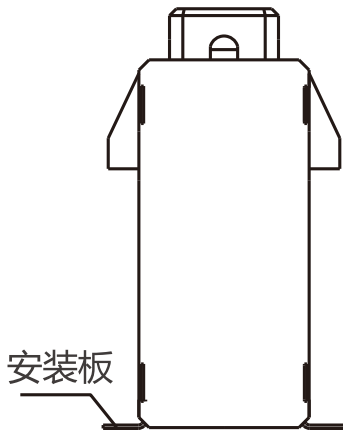

图5 安装板
5.1 安装方法一：见图5。2条安装板分别穿过底部的通道，用M5螺钉或螺栓将互感器固定于底板或横梁上。